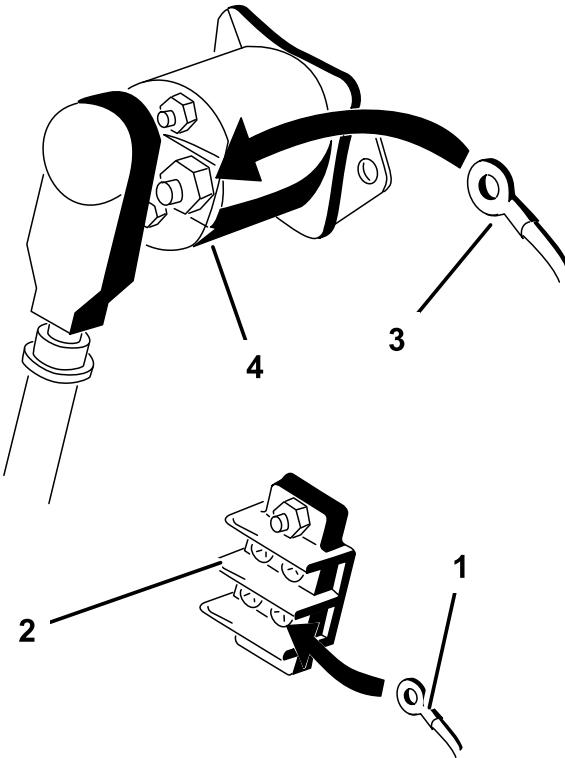

Figura 18
3. Conege el anillo marcado 'tierra' del cable negro al bloque de terminales de tierra (Figura 18).